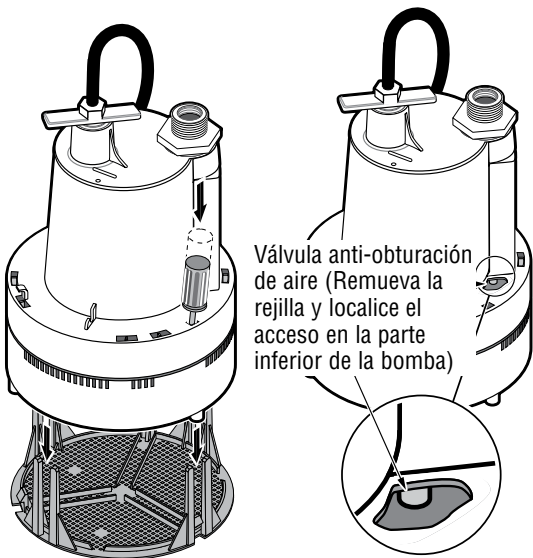

Figura 1 - Para limpiar la criba y la válvula anti bolsa de aire.
4. Para limpiar la rejilla, utilice un destornillador para desabrocharla (refiérase a la Figura 1), remueva y enjuague la rejilla.
Esta bomba tiene un pequeño orificio del lado de la caja de la bomba. Ver figura 1. Es una válvula anti-bolsas de aire. Si sospecha que hay bolsas de aire, inserte una aguja o un alambre en el orificio anti-bolsas de aire para quitar los residuos.